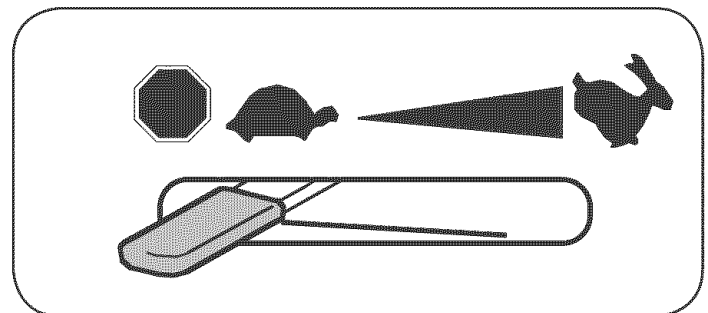

Figura 6
1. Mueva la palanca de control del regulador a la posición STOP (detención). Vea la Figura 6.